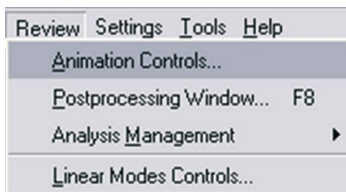

Figura 4.160 – Animando os resultados.
- Acesse o menu *Review* → *Animations Controls* (Figura 4.160).